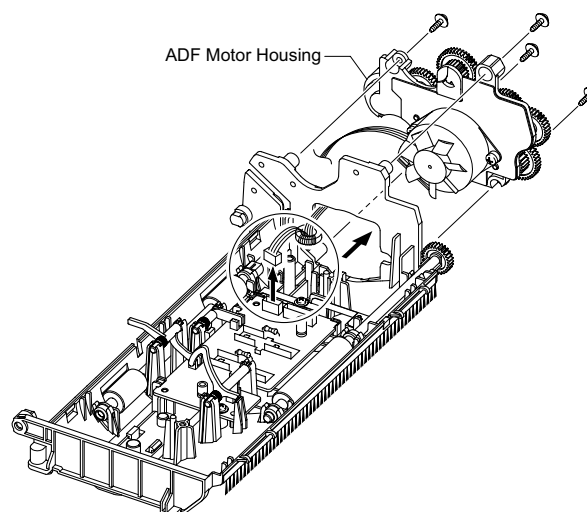

Рисунок 8
9. Отсоедините разъем от платы ADF и выкрутите четыре винта, которые крепят корпус двигателя ADF; снимите двигатель в направлении стрелки, рисунок 8.